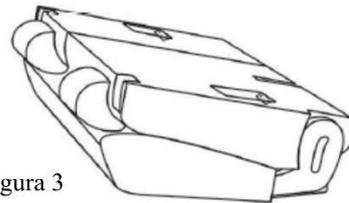

Figura 3
3. Después de tirar de la cuerda ① hacia arriba para desbloquear la segunda fila de asientos, puede voltear hacia abajo los cojines de asientos de la segunda fila al estado mostrado en la Figura 3.